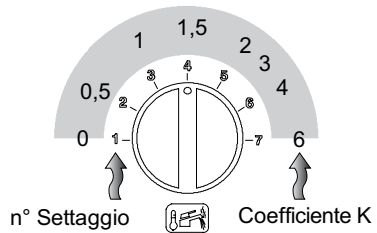

Figura 5.43
- Per visualizzare il settaggio impostato tenere premuto il pulsante di ripristino 6 per circa 5 secondi. Le spie di segnalazione 3 lampeggeranno un numero di volte pari al settaggio (Figura 5.43).